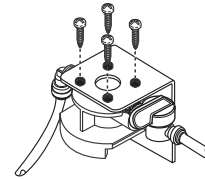

Figure 3
4. Fixez l'assemblage de tête de filtre au support de montage avec 4 vis cruciformes comprises (voir Figure 3).